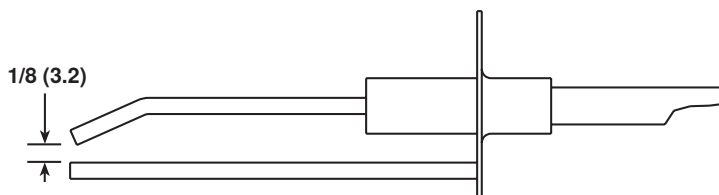

Figure 32. Écartement des pointes de l'allumeur
- L'écart d'allumage (voir Figure 32) doit être maintenu à 1/8 pouce.